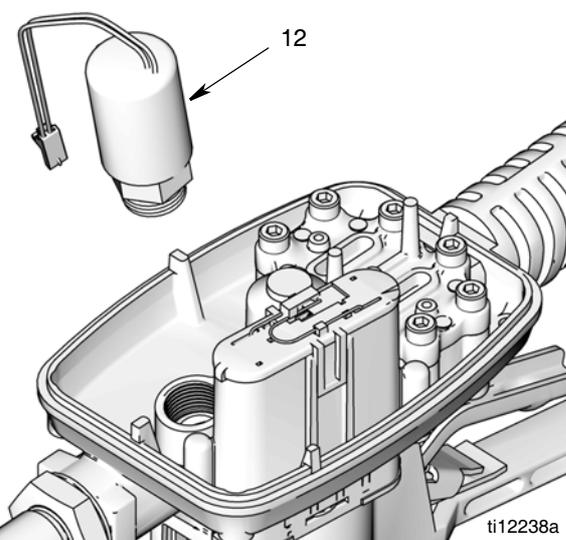

FIG. 37
9. Dévisser l'électrovanne (12) et l'enlever du boîtier du compteur (FIG. 37). Au besoin, utiliser une pince pour détacher l'électrovanne.